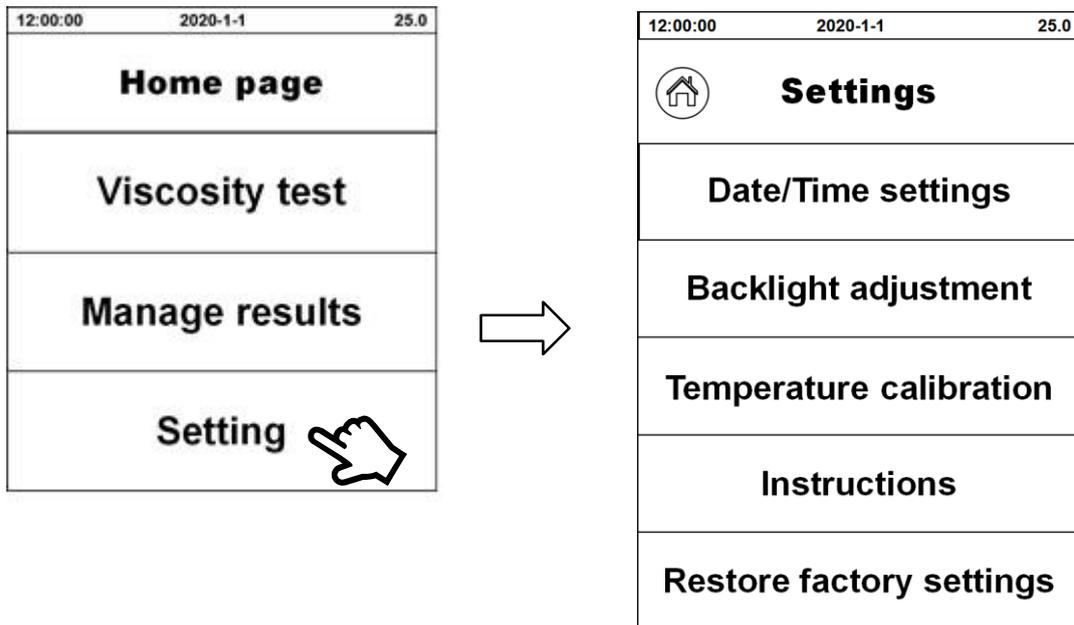

Fig. 9
6.4 Setting (Configuración): La configuración general del instrumento, la fecha y hora, y las instrucciones de funcionamiento, etc., para más detalles véase la Fig. 9.